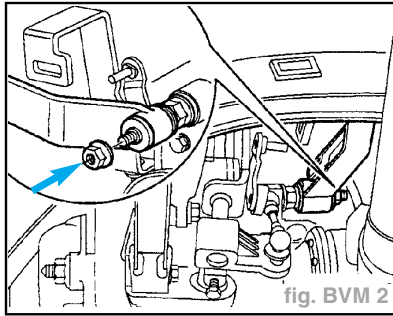

fig. BVM 2
- Dévisser l'écrou (flèche) pour le contre-palier et retirer le contre-palier (fig. BVM 2).
- Mettre en place le contre-palier pour la commande par câble Bowden et serrer l'écrou (flèche) (fig. BVM 2).